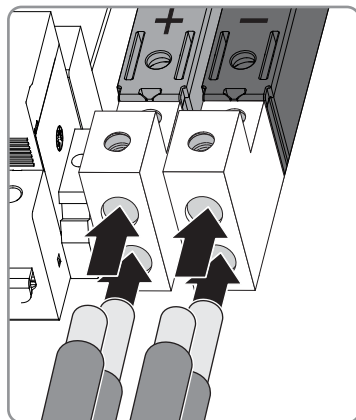

図 2.26 直流側入力回路への接続
4. PV ケーブルを端子台（圧着端子コンバイナー）に接続します。必ず、極性が正しいことを確認してください（図 2.26 を参照）。